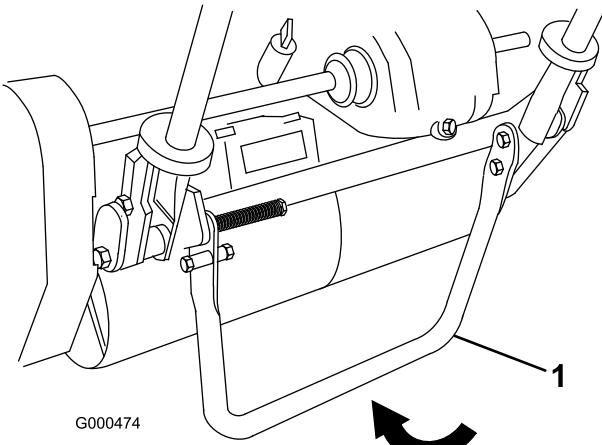

Figura 9
1. Baje el soporte con el pie, y tire hacia arriba del manillar hasta que el soporte haya girado hacia delante, pasando el centro del arco (Figura 9).